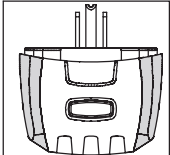

Fig. 5
PASO 4: Después de la instalación del nuevo tomacorriente, interruptor o luminaria pruebe el cable con el probador de tomacorrientes incluido o con el detector sin contacto. (Fig. 5)